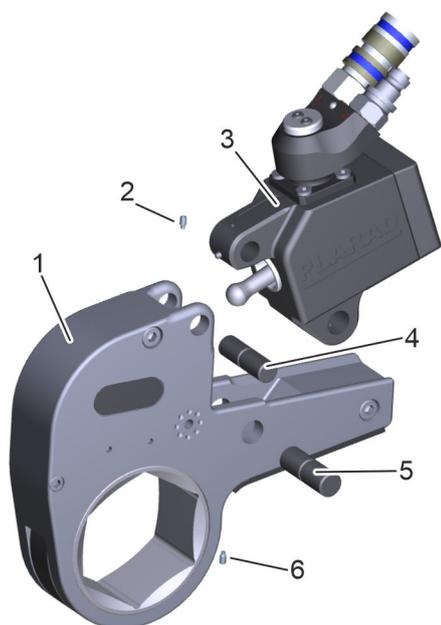

Рис. 10: Соединение HSX и SX
Вставить SX (Рис. 10/3) в HSX (Рис. 10/1). Отверстия для стопорных болтов (Рис. 10/4 и 5) должны совпадать.
- 7. ➔ Вставить оба стопорных болта (Рис. 10/4 и 5), пока они не зафиксируются.
- 8. ➔ Закрепить стопорные болты (Рис. 10/4 и 5) установочными винтами (Рис. 10/2 и 6).
- ⇒ Во время первого хода трехзубчатая головка (HSX) и приводной узел (SX) автоматически соединяются.